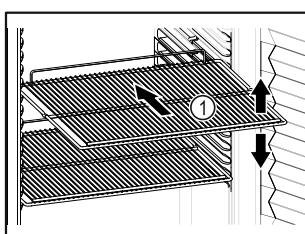

Fig. 48 Príklad zobrazenia
- Ak sa dajú odkladacie rošty Fig. 48 (1) premiestniť, prispôsobte výšku.